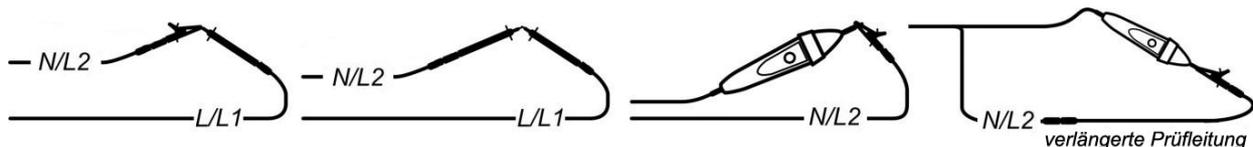

Abbildung 5.13: kurzgeschlossene 3-Leiter-Prüflleitung und optionale Commander-Prüflspitze (044155)
- Schließen Sie die Prüflleitungen an das Prüfgerät und schließen Sie die Prüflleitungen kurz (siehe *Abbildung 5.13*).